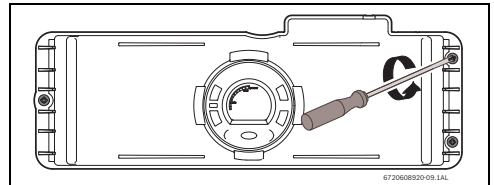
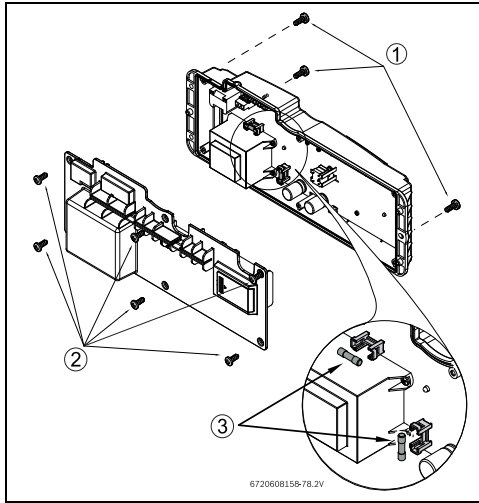

Fig. 42
Fig. 43 Ubicación de los fusibles
- ▶ Aflojar tres tornillos en la parte delantera de la caja electrónica (Fig. 42 y Fig. 43 , pos.1).
- ▶ Jalar la caja electrónica para acceder a los seis tornillos situados en la parte posterior y retirarlos (Fig. 43 , pos. 2).
- ▶ Después de verificar los fusibles (Fig. 43 , pos.3) proceder al montaje de todas las piezas en el orden inverso.